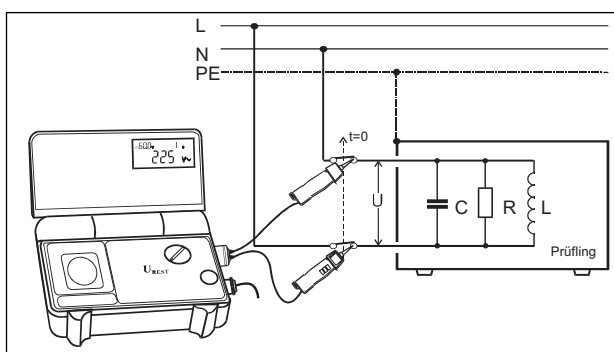

Abb.6.18
- Die Prüfspitzen von COMMANDER 2 (ggf. Messzubehör verwenden) mit dem Prüfling verbinden. Siehe Abbildung 6.18: